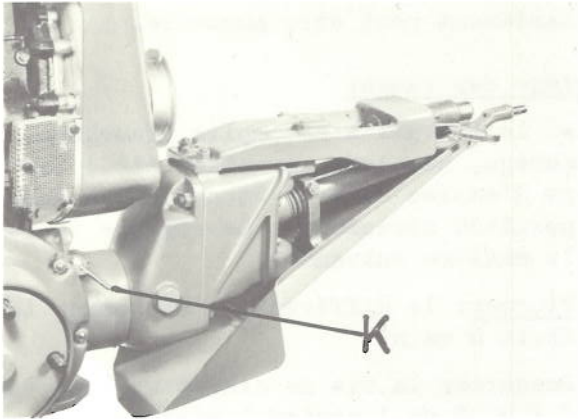
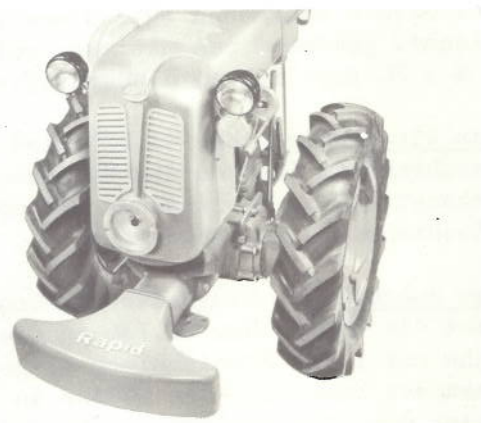

Fig. 6
Fig. 12
Um den Ausleger bei abgenommenem Messerbalken nach oben schwenken zu können, wird der federbelastete Riegel K Fig. 6 herausgezogen.
Afin de pouvoir pivoter le dispositif porte-barre vers le haut, quand la barre de coupe est démontée, retirer le verrou à ressort K fig. 6.
2. Zur Erhöhung der Fahrsicherheit ist der Ausleger oder das Zusatzgewicht (Fig. 12) zu montieren. (Ausleger nach oben schwenken (Fig. 6))
2. Monter le dispositif porte-barre ou le poids supplémentaire (fig. 12) pour augmenter la sécurité sur route. (Dispositif porte-barre pivoté contre en haut fig. 6.)